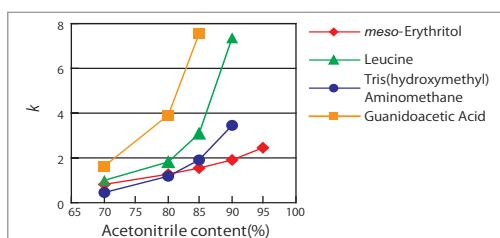

図 1. アセトニトリル濃度と保持との関係
- アセトニトリル濃度を高くすると保持は大きくなり、低くすると保持は小さくなります(図 1)。